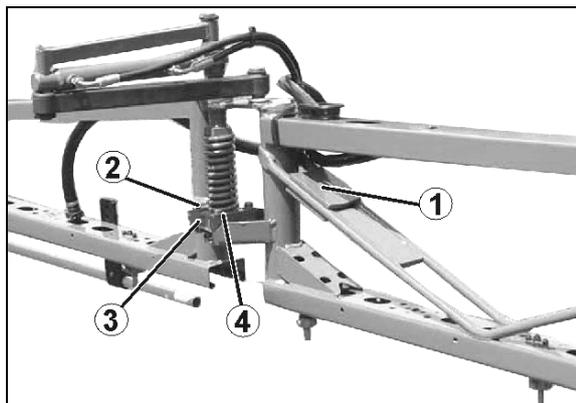

Рис. 190
1. Проверьте, виден ли уровень масла на маркировке (Рис. 190/1) при неработающем и находящемся в горизонтальном положении насосе
2. Снимите крышку (Рис. 190/2) и долейте масло, если на маркировке (Рис. 190/1) не виден уровень масла.
2. Снимите крышку (Рис. 190/2).
5. Вращайте приводной вал попеременно влево и вправо и медленно заливайте новое масло. Достаточное количество масла залито, когда масло становится видно на маркировке (Рис. 190/1).